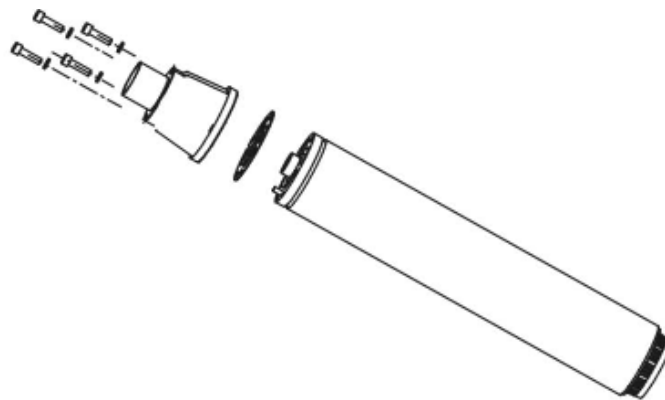

Рисунок 4: Выравнивание прокладки FSP
4. Установите стопорные болты и стопорные шайбы FSP (см. Рисунок 4). Затяните болты крест-накрест. Затяните с усилием 7 фут-фунтов (11 Н-м)